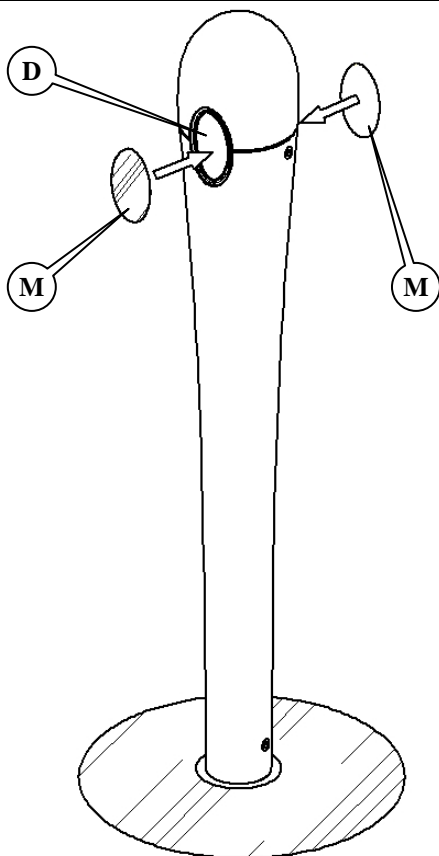

Fig.10
Die beiden selbsthaftenden und **nicht in der Lieferung enthaltenen** Rückstrahler (M) (Zubehör) über der Ringfläche (D) anbringen, wie in Abbildung 10 links dargestellt.
Appliquer les deux catadioptrés autocollants (M) **qui ne sont pas fournis avec l'appareil** (accessoires) au-dessus du plan de l'anneau (D) comme le montre la Fig. 10 ci-contre.